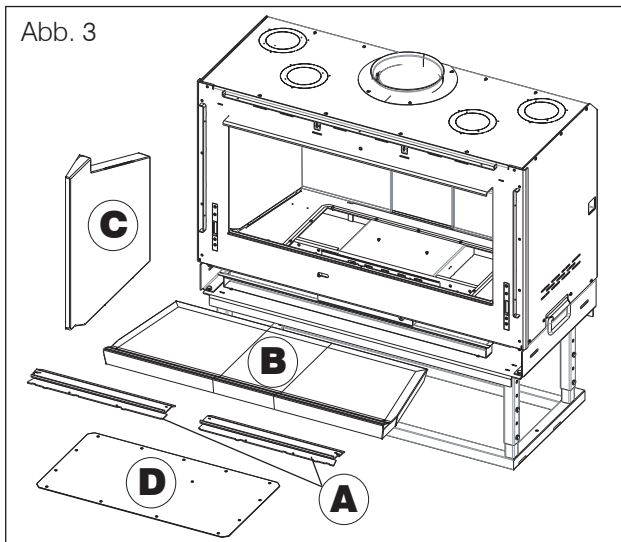

Abb. 3
- die beiden Rauchgasführungen (**A** - Abb. 3), den Boden (**C** - Abb. 3) und die Seitenteile abnehmen (**D** - Abb. 3)
- Das angeschraubte Blech (**D** - Abb. 3) und das darunter liegende Blech, (**E** - Abb. 4) immer noch angeschraubt, herausnehmen, um Zugang zum Boden zu erhalten, wo sich das Thermostatventil befindet.